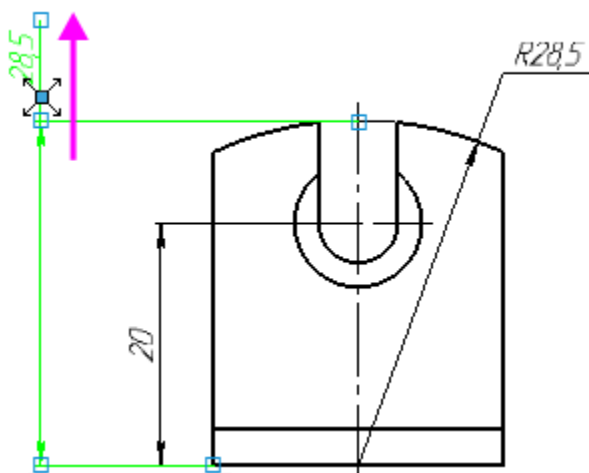

Рисунок 2
- Измените размещение текста. Если при смещении срабатывает привязка к фиксированному положению текста, выполняйте эти действия при нажатой клавише <Alt>. (рисунок 2)